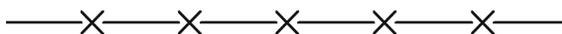

Рис. 130.11. Образец стиля линии
**Задание.** Создайте стиль линии *Перекрытие газонепроницаемое* (рис. 130.11, 130.12). Толщина и цвет линии соответствуют основной линии.